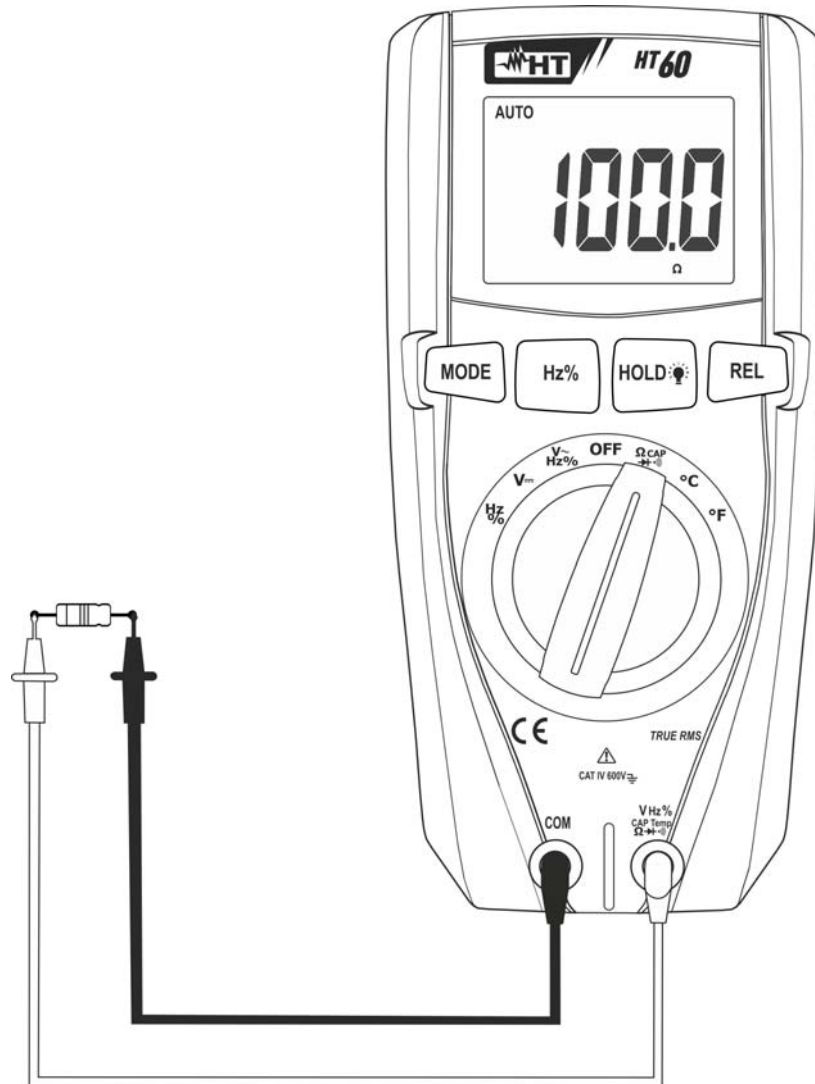

Fig. 4: Uso del instrumento para medida de Resistencia y Prueba Continuidad
3. Posicione las puntas en los puntos deseados del circuito en examen (vea Fig. 4). El valor de la resistencia se muestra en pantalla